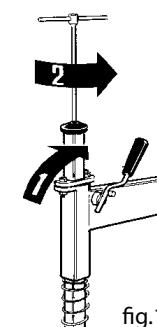

fig.19
- Sbloccare l'asta verticale, alzarla di 10 cm e tornarla a bloccare come da fig.19 (1).
- Release the vertical rod, lift it up 10 cm. and lock it again as shown in fig.19 (1).
- Débloquer la tige verticale, la lever de 10 cm et la rebloquer selon la fig.19 (1).
- Den Senkrechtstab entblocken, 10 cm hochheben und erneut wie auf Abb. 19 (1) blockieren;
- Desbloquear la barra vertical levantarla de 10 cm. y volver a bloquearla nuevamente como muestra la fig. 19 (1).